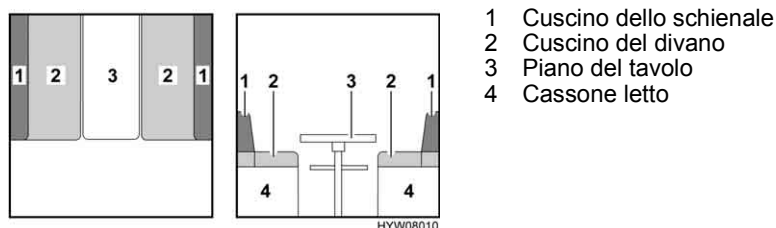

Fig. 106 Prima della trasformazione
- Sollevare leggermente il piano del tavolo (Fig. 106,3) in avanti.